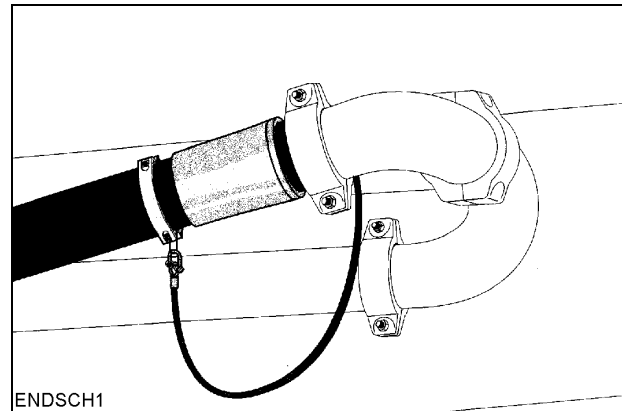

Fig. 2
- Comprobar si está montado el dispositivo de retención del tubo flexible (Fig. 2) y si está en orden.